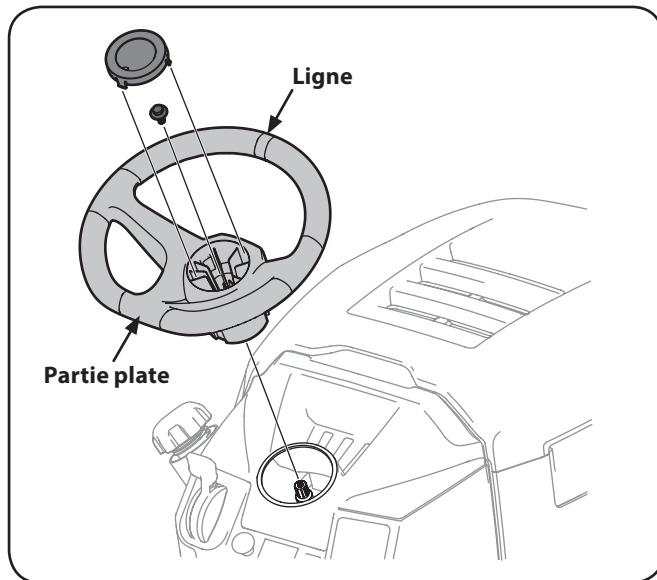

Figure 3-3
1. Placez les roues de l'appareil de sorte qu'elles pointent vers l'avant, puis placez le volant de direction sur l'arbre de direction en vous assurant que la ligne au milieu du volant pointent vers l'avant et que la partie plate du volant soit face vers le siège. Voir Figure 3-3.
Pour régler la position du siège, poussez le levier de réglage du siège vers la gauche. Glissez le siège vers l'avant ou vers l'arrière à la position désirée, puis relâchez le levier de réglage. Assurez-vous que le siège est verrouillé en position avant d'utiliser le tracteur. Voir Figure 3-3.